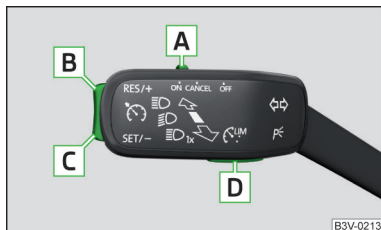

Fig. 195
Prezentare generală a elementelor de comandă ale GRA » fig. 195
- Prin acționarea tastei **D** » fig. 195.
- Prin acționarea tastei **D** » fig. 195 în timpul menținerii, aceasta se întrerupe și se activează limitarea vitezei.